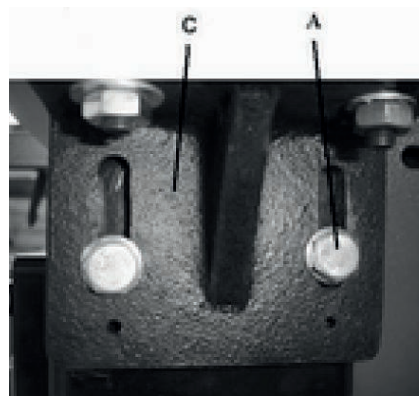

Fig. 18 Montage support du chariot coulissant
6. Pour régler le niveau du chariot coulissant, mettez une butée sur la table principale et sur le chariot coulissant. Dévissez les Vis Allen A (Fig. 18), réglez le niveau du chariot coulissant et resserrez les vis.